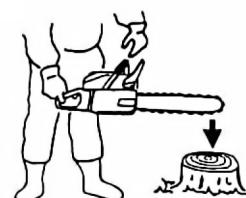

Рис. 15
(1) Выключить двигатель.
(2) Удерживая цепную пилу в горизонтальном положении, убрать руку с передней рукоятки, ударить концом направляющей шины о пень или о кусок дерева и убедиться в срабатывании тормоза. Рабочие функции тормоза зависят от размера шины (Рис. 15). В случае если тормоз не срабатывает, обратиться за помощью в сервисный центр. Двигатель, если он вращается на высоких оборотах при включенном тормозе, нагревает муфту, что может привести к серьезной проблеме. Если тормоз срабатывает во время работы, немедленно убрать пальцы с рычажка дросселя, и переключить двигатель пилы в холостой режим.